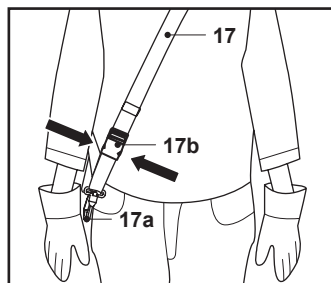

Fig. 8
5. En cas d'urgence, tenir la poignée souple antidérapante (9) de la perche avant (8) avec la main gauche, et utiliser la main droite pour appuyer sur les deux clips de déblocage rapide (17b). Le produit ainsi que le clip de fixation (17a) seront automatiquement libérés du corps en raison du poids du produit (Fig. 8).